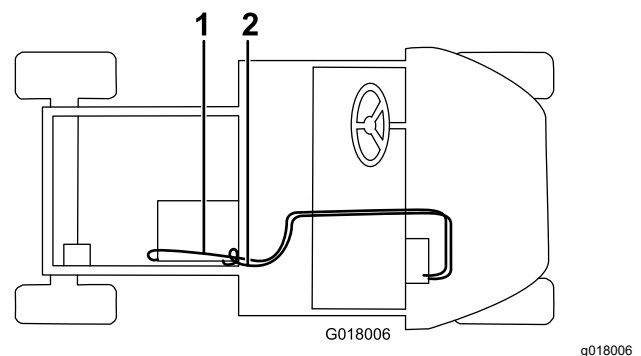

Bild 34
5. Schließen Sie den langen Schlauch mit einer Schlauchklemme am Heizungsventil an und verlegen Sie es durch das Loch im Sitzunterteil, durch das Loch im Ladepritschenrahmen und befestigen Sie ihn mit einer Schlauchklemme am geraden Anschlussstück (**Bild 34**). Schneiden Sie überschüssigen Schlauch ab.
6. Schließen Sie den kurzen Schlauch mit einer Schlauchklemme am weißen Füll-T-Stück an, verlegen Sie ihn durch die R-Klemme am Handschuhfach, durch das Loch im Sitzunterteil und schließen Sie dann das T-Anschlussstück mit einer Schlauchklemme am unteren Kühlerschlauch an (**Bild 34**). Schneiden Sie überschüssigen Schlauch ab.